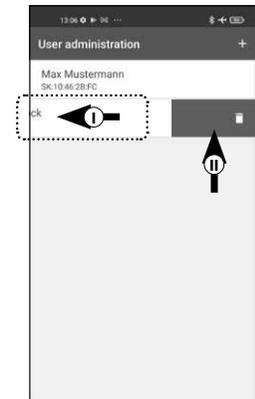

Abb. 91
- 4 Sie sehen die Liste mit angelegten Benutzern. Wischen Sie den Eintrag des Benutzers, den Sie löschen wollen, nach links (I) und tippen Sie auf das rechts erscheinende „LÖSCHEN“-Feld (II) (Abb. 91).